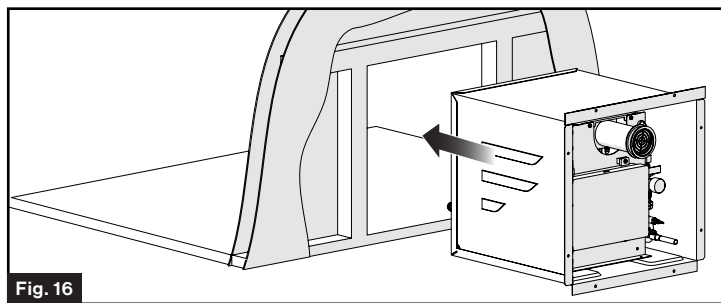

Fig. 16
- Positionnez le chauffe-eau avec précaution dans l'ouverture du cadre, en écartant uniformément la bride du mur extérieur du véhicule récréatif. (Fig. 16)